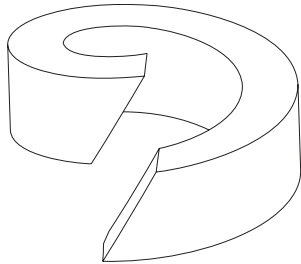

Рис. 7: Сальниковое кольцо
- При резке сальникового уплотнения от шнура проследите за тем, чтобы разрез был косым (см. рис. 7).